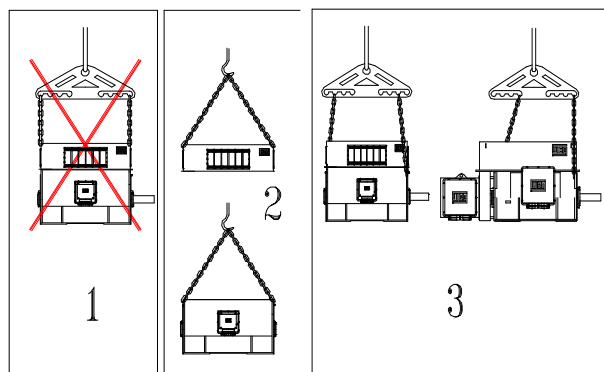

Figura 3.1: Manuseio dos motores
- O manuseio do motor deve ser feito conforme indicado nas posições 2 e 3 da Figura 3.1;
- Caso o centro de gravidade não esteja perfeitamente no centro dos olhais de suspensão, utilizar uma das formas mostradas no item 3 da Figura 3.1.